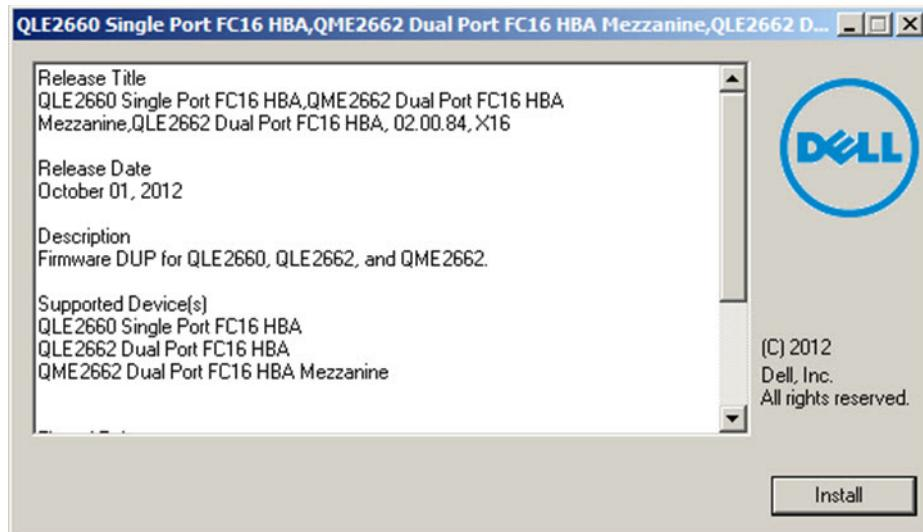

図 3-1. Dell Update Package のスプラッシュスクリーン
2. DUP のスプラッシュスクリーン（図 3-1）が表示されたら、**Install**（インストール）をクリックして続行します。